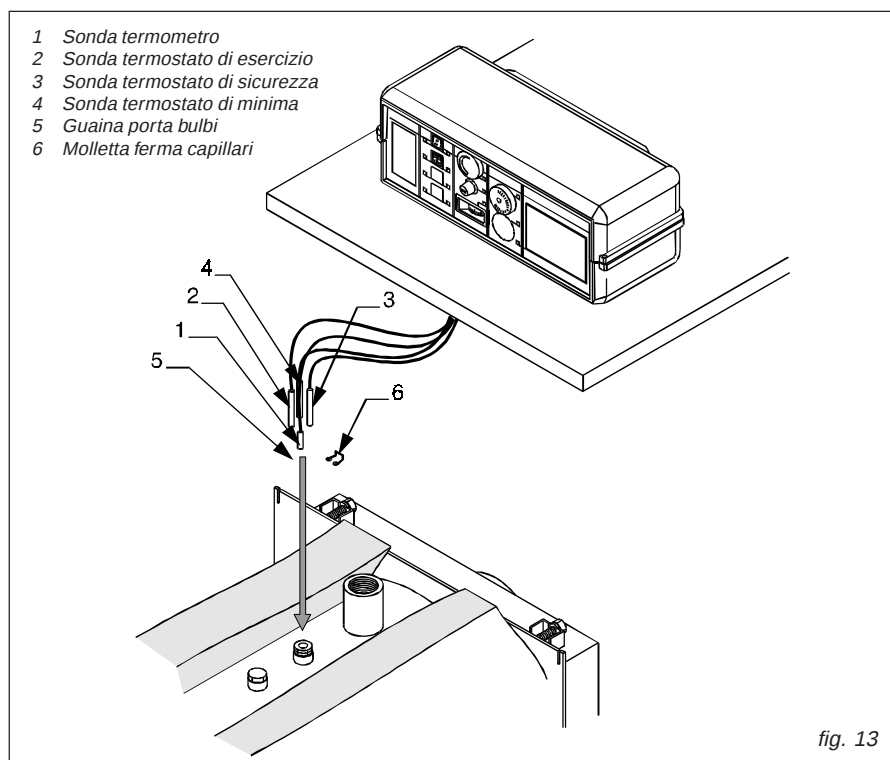

fig. 13
D) Inserire nella guaina i bulbi degli strumenti nella sequenza indicata in Fig. 13, passando attraverso la lana minerale dopo avere eseguito un taglio nella posizione desiderata.